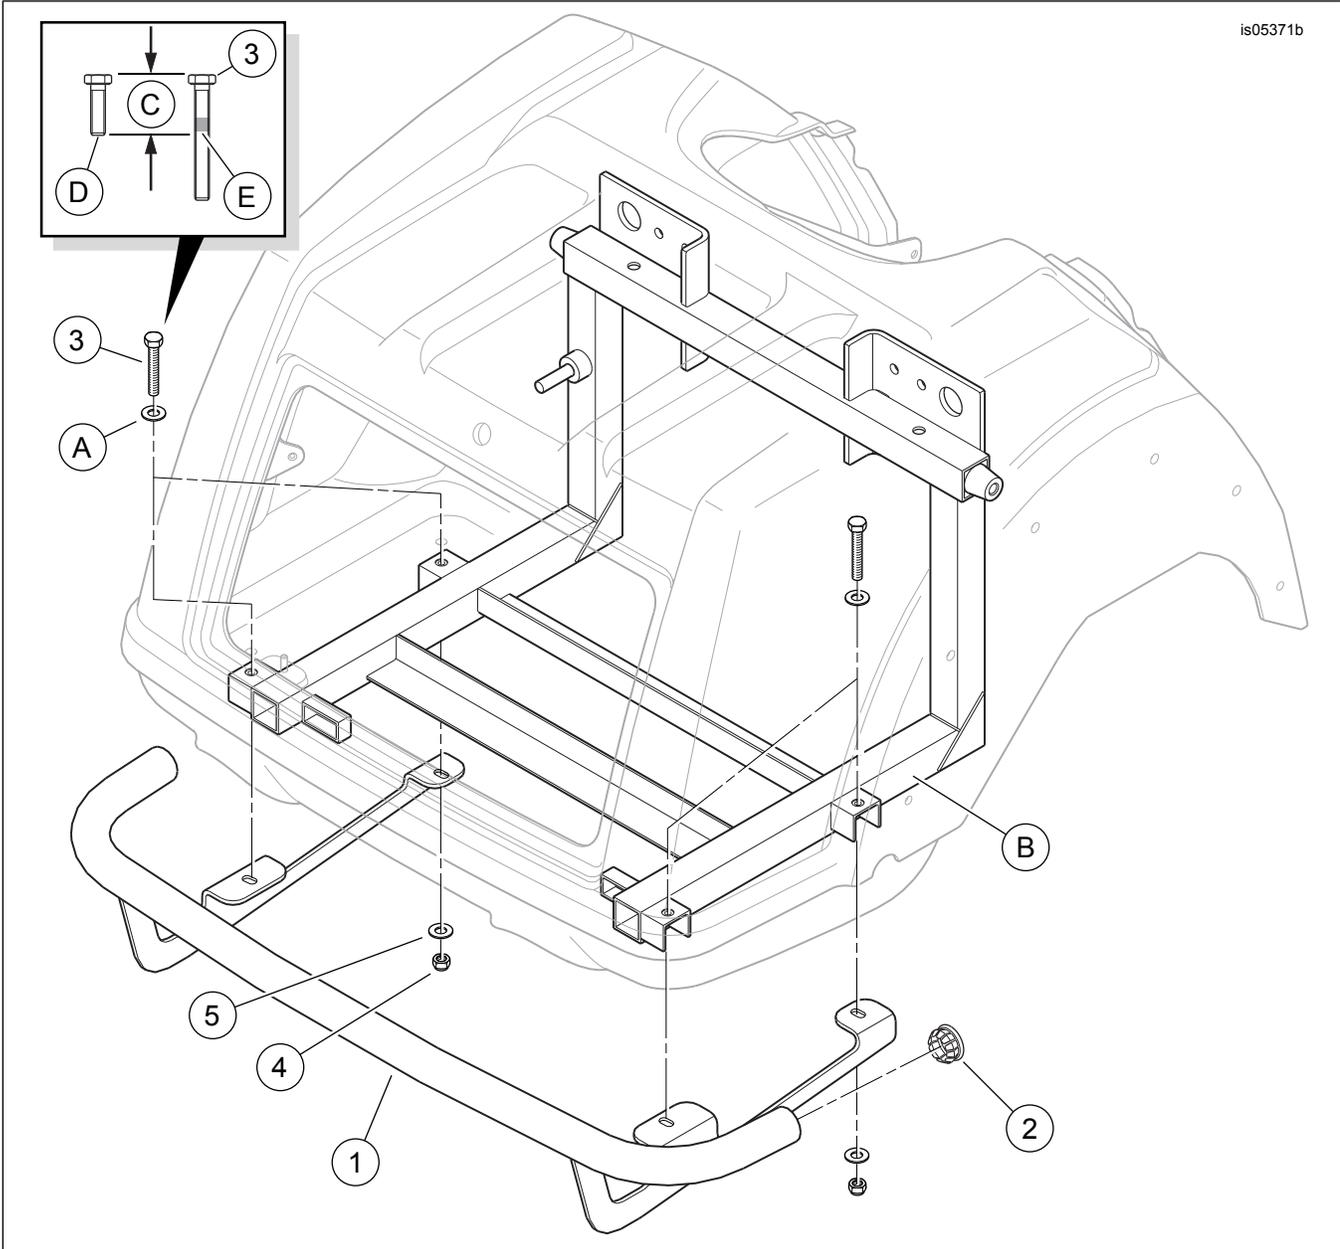

Abbildung 1. Inhalt des Satzes: Trike Heckschutz
1. Siehe Abbildung 1. Die vier Schrauben mit Unterlegscheiben (A) im Boden des Aufbewahrungskoffers ausfindig machen, mit denen der Koffer am hinteren Rahmen befestigt ist. Eine der Schrauben entfernen, aber die Unterlegscheibe an ihrem Platz lassen. Die Schraube für den nächsten Schritt aufbewahren, danach entsorgen.
2. Siehe Abbildung 1. Gewindegewindesicherungsmittel auf die Schraube auftragen (3).